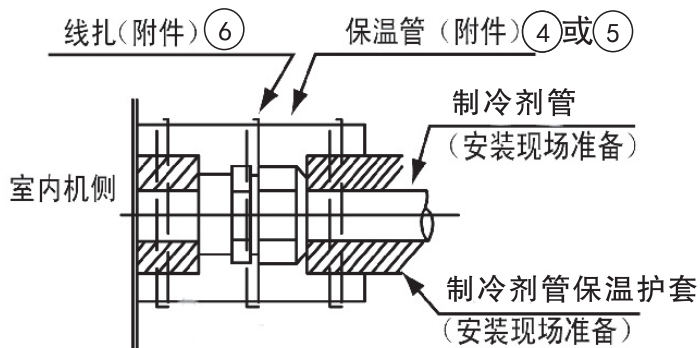

图18 管的保温
连接完制冷剂管后, 用随机附带的保温管④和⑤ 将制冷管道保温, 并用扎带⑥扎紧, 见图18。